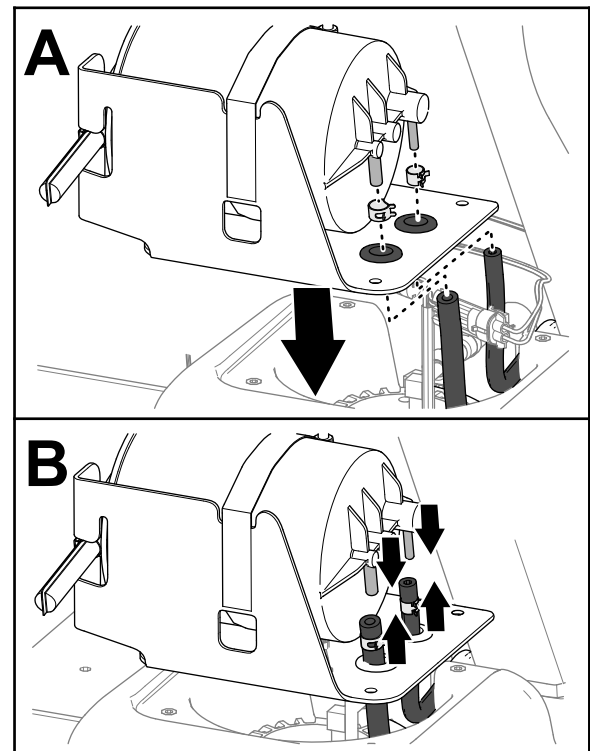

Figura 124
1. Pase las mangueras del depósito de combustible por los anillos de goma del soporte del cartucho de carbón (Figura 124).
2. Coloque las abrazaderas sobre las mangueras (Figura 124).
3. Conecte las mangueras a los acoplamientos del cartucho de carbón (Figura 124).